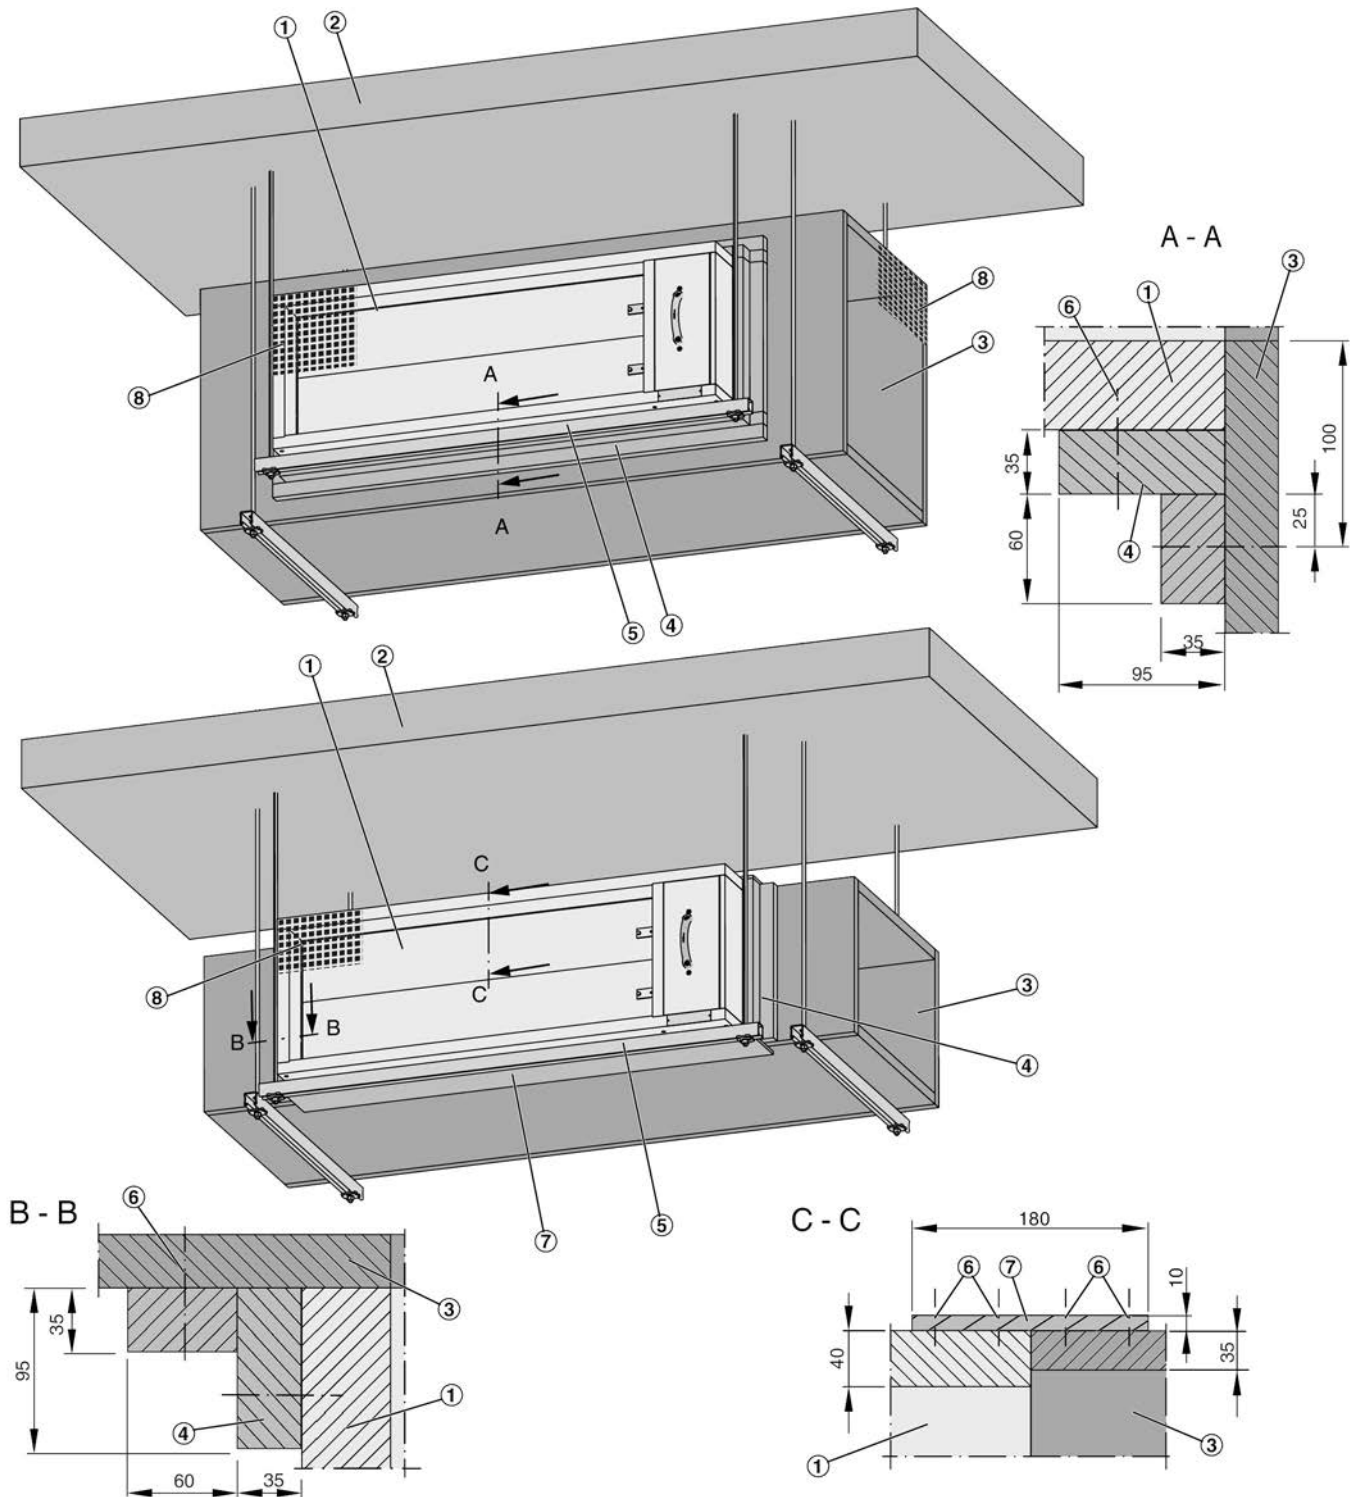

Fig. 31: Installazione in un condotto di evacuazione dei fumi orizzontale resistente al fuoco
4. ▶ Se il condotto di evacuazione dei fumi e la serranda antifumo sono alla stessa altezza, è possibile utilizzare una striscia (Fig. 31 /7) invece di un profilo angolare.
5. ▶ Collegare i condotti di estrazione dei fumi (lato installazione e lato operativo) alla serranda tagliafumo (Fig. 31 ./8), ☞ 6 «*Condotto di evacuazione dei fumi e griglia di copertura*» a pag. 66 .